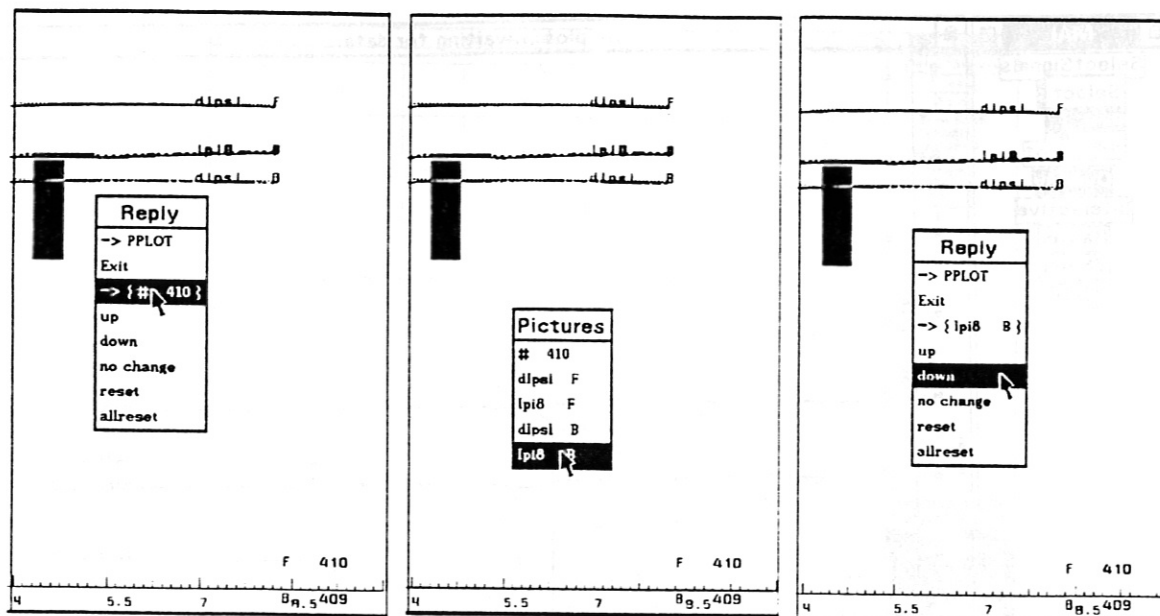

Fig. 7.8. Schritte 2 bis 4 der Verschiebung eines Graphen
- Mit der mittleren Taste des Maus wird ein Menü aufgeblendet, aus dem man in einem Untermenü das zu verschiebende Signal aussucht (siehe Fig. 7.8).